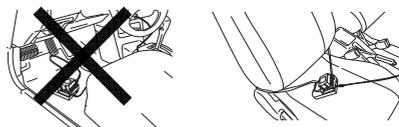

Fig. 18
- Fixer en place le chargeur de batterie dans le véhicule. Utiliser la courroie fournie avec le chargeur de batterie pour le fixer en place et éviter tout mouvement inopiné. (Voir la Fig. 18)